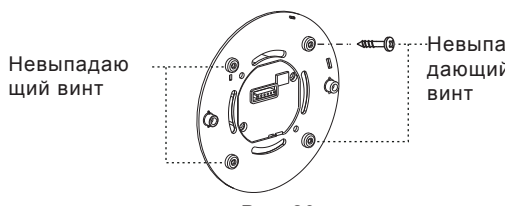

Рис. 20
3.3.4.4 Вставьте четыре невыпадающих винта в соответствующие отверстия под винты на крепежной пластине датчика. После этого эти 4 винта не будут выпадать, что очень удобно для последующих установок (см. рис. 20).